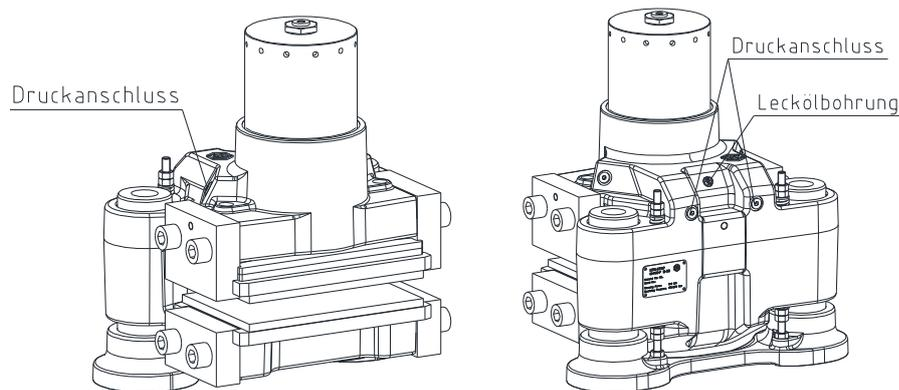

Bild 13: Anschlüsse der Lecköl-/Druckleitungen
- Schließen Sie die Druckölleitung an einen der Druckanschlüsse der Bremse an (siehe Bild 13 und 14), hierfür vorher die Verschlusschraube entfernen.
- Montieren Sie an der Entlüftungsbohrung (siehe Bild 13 und 14) eine Minimes-Kupplung mit einem Minimes-schlauch, hierfür vorher die Verschlusschraube entfernen. Führen Sie das Ende des Minimes-schlauches in einem geeigneten Auffangbehälter ab.
- Schließen Sie die Leckageölleitung an die Bremse an (siehe Bild 13 und 14), hierfür vorher den Verschlussstopfen entfernen.
- Schließen Sie die Druckölleitung an einen der Druckanschlüsse der Bremse an (siehe Bild 13, 15 und 16), hierfür vorher die Verschlusschraube entfernen.
- Schließen Sie die Leckageölleitung an die Bremse an (siehe Bild 13, 15 und 16), hierfür vorher den Verschlussstopfen entfernen.